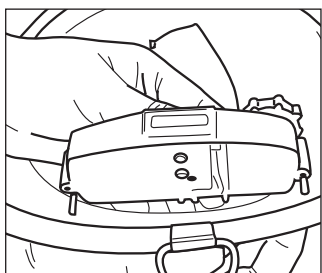

Figure 6
2. Alignez l'ensemble des piles avec les vis (figure 6).